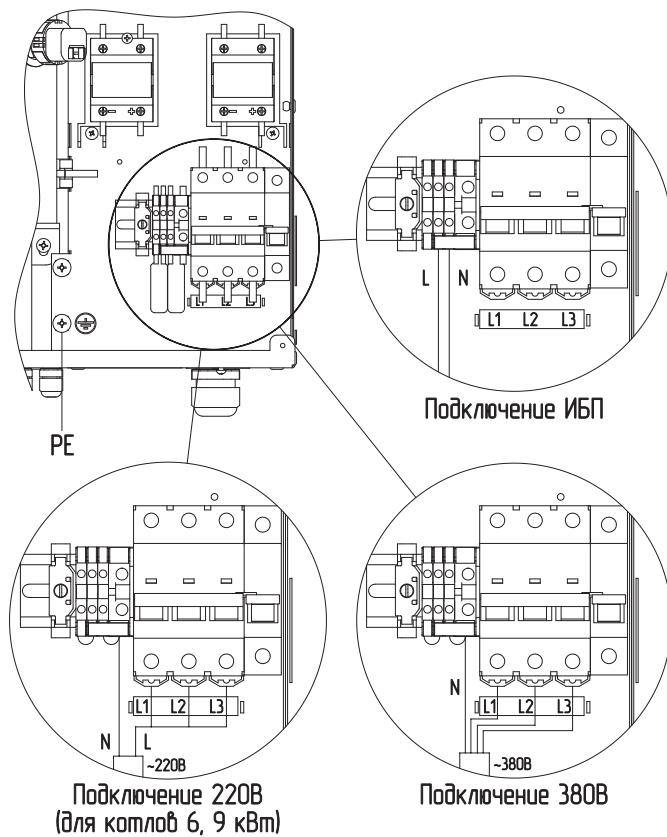

Рис.7 Схема подключения электрического котла ZOTA SOLID-X 6-24 кВт
- извлечь перемычки (**Рис.7, Рис.8, Рис.9, Рис.10, поз.1**);
- подключить провода фазы «L» к колодке (**Рис.7, Рис.8, Рис.9, Рис.10, поз.2**);
- подключить провода нейтрали «N» к колодке (**Рис.7, Рис.8, Рис.9, Рис.10, поз.3**).